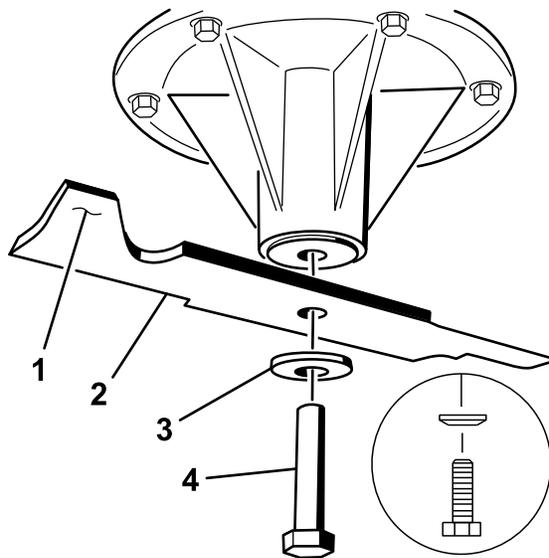

Figura 98
2. Retire del eje el perno de la cuchilla, la arandela curva y la cuchilla (Figura 98).
1. Instale la cuchilla en el eje (Figura 98).
2. Instale la arandela curva y el perno de la cuchilla (Figura 98).